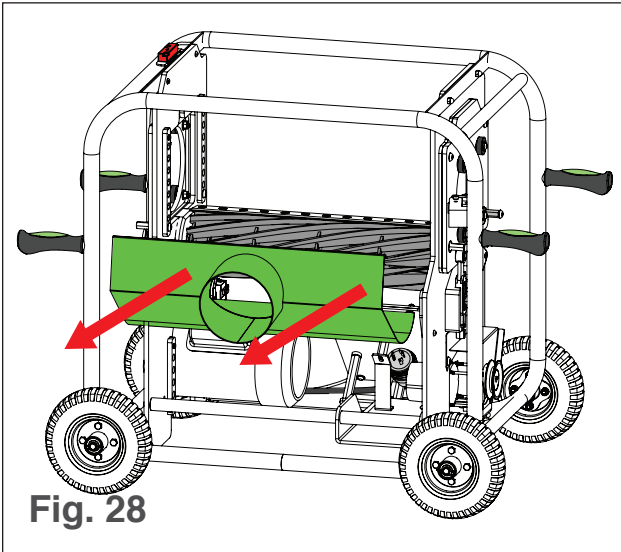

Fig. 28
5. Retire cuidadosamente o manto de aspiração inferior a um ângulo ligeiro (ver Fig. 28).